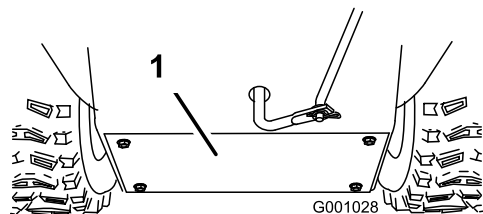

Bild 45
- Entfernen Sie die hintere Abdeckung (Bild 45).